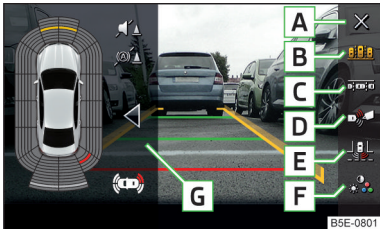

Abb. 264
### Funktionsflächen » Abb. 264
- › Die Funktionsfläche **C** » Abb. 264 auf Seite 234 antippen.